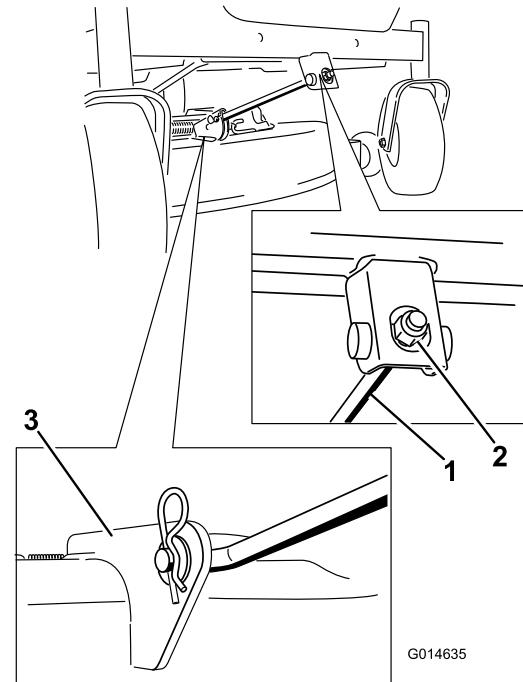

Figura 54
4. Retire la chaveta de la varilla de sujeción delantera y retire la varilla del soporte de la carcasa (Figura 54).
6. Conecte la varilla de sujeción delantera a la carcasa de corte con el pasador y la chaveta (Figura 54).